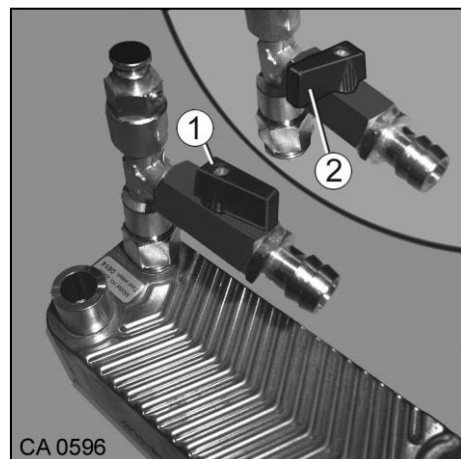

Fig. 134 Vanne de sectionnement de l'échangeur thermique
1. Ouvrir la vanne de sectionnement (Fig. 134/1).
- Pour éviter tout chauffage non-intentionné du circuit de chauffage en mode Été, fermer la vanne de sectionnement (Fig. 134/2).